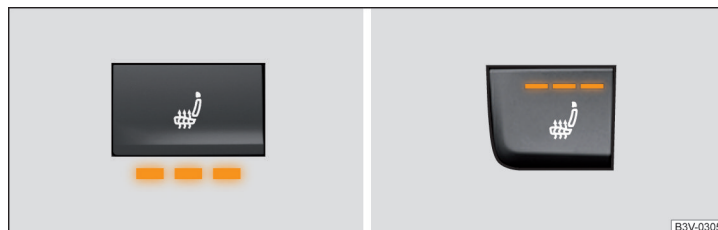

Fig. 77 Încălzirea scaunelor este pornită la putere maximă: Scaunele din față / din spate
► Pentru activarea încălzirii la putere maximă, » fig. 77 apăsați butonul  resp .